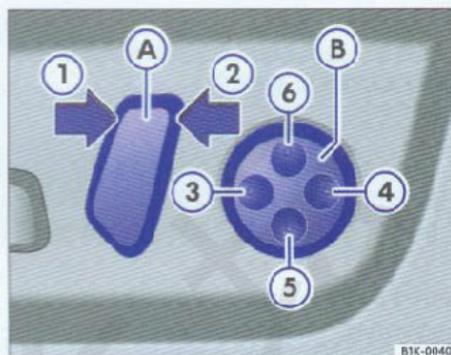

图49 开关(A) - 调整靠背
- 按压开关(A)的表面③ \Rightarrow 图49，即可加大腰部软垫部位的曲率。
- 按压开关(B)的表面④，减小腰部软垫部位的曲率。
- 按压表面⑤，下移腰部支撑。
- 按压表面⑥，上移腰部支撑。
- 沿图示箭头①的方向按压开关(A)，即可使靠背向后倾斜 \Rightarrow 图49。
- 沿图示箭头②的方向按压开关，可使靠背直立。